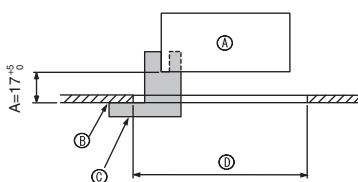

Fig. 9-2
① Grill	1	950 x 950 (mm)
② Skruv med bricka	4	M5 x 0,8 x 25
③ Mått	1	(Indelat i fyra delar)
④ Fäste	3
⑤ Skruv	4	4 x 8
⑥ Skruv	1	4 x 12
⑦ Trådlös fjärrkontroll	1	för PLP-6BALM
⑧ Fjärrkontroll med kabel	1	för PLP-6BAMD
9.2. Förberedelser för fäste av grillen (Fig. 9-2)
- Använd måttet ③ som följer med satsen för att justera och kontrollera monteringen av enheten i förhållande till taket. Om enheten inte monteras riktigt i förhållande till taket kan drag eller fukt uppstå.